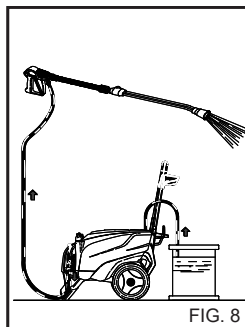

FIG. 8
Na het gebruik met een wasmiddel dient het aanzuigcircuit van het wasmiddel met schoon water gespoeld te worden (Fig. 8).
- 1) Na het gebruik met schoonmaakproduct, het watercircuit spoelen: de pomp 1 minuut laten draaien met de doseerkraan volledig dichtgedraaid. (Fig. 8).
4) Na het gebruik met schoonmaakproduct, het watercircuit spoelen: de pomp 1 minuut laten draaien met de doseerkraan volledig dichtgedraaid. (Fig. 8).